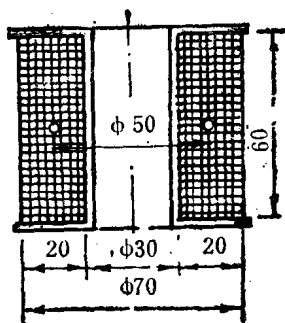

图 1—3
8. 由直径0.8毫米(加绝缘层为0.87毫米)绝缘瓷漆铜线制作线圈,其尺寸大小如图1—3所示,图中单位为毫米,试确定线圈电阻。
线圈平均直径D为50毫米(见图1—3)。